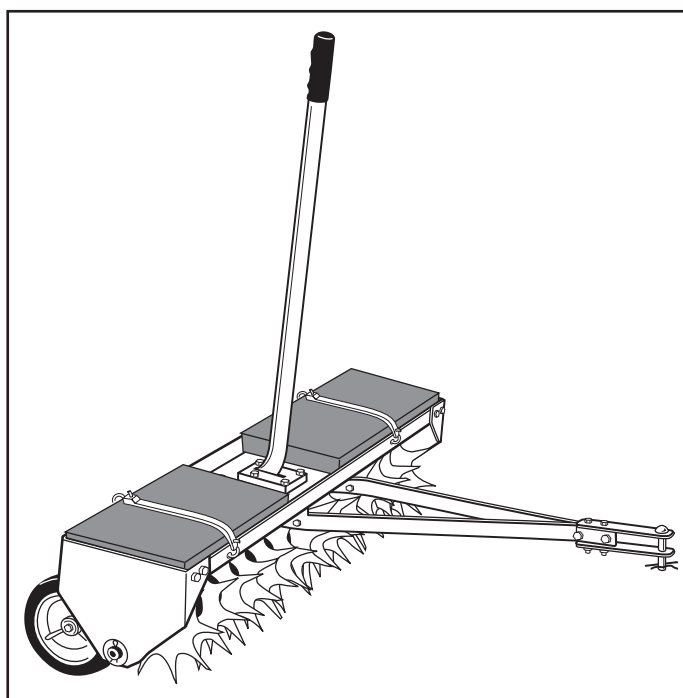

FIGURE 17
11. Pour augmenter la profondeur de pénétration des pointes des crampons, ajouter du poids au plateau selon les besoins. Chaque plateau supporte des blocs de béton ou des dalles de terrasse d'un poids approximatif de 16 Kg (35 livres). Attacher les poids avec des sangles ou des fils métalliques en utilisant les trous dans la bride du plateau. Voir la figure 17.